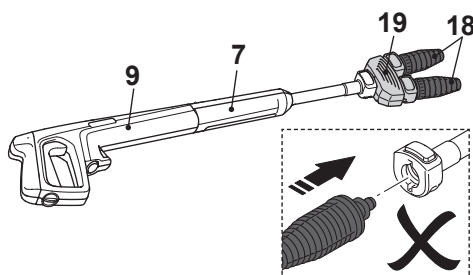

Fig. 8
1. Coloque la lanza de extensión (7) en la pistola pulverizadora (9) (Fig. 8).
2. Coloque el adaptador de la boquilla giratoria (19) en la lanza de extensión.
3. Coloque las dos boquillas giratorias (18) en el adaptador de la boquilla giratoria.